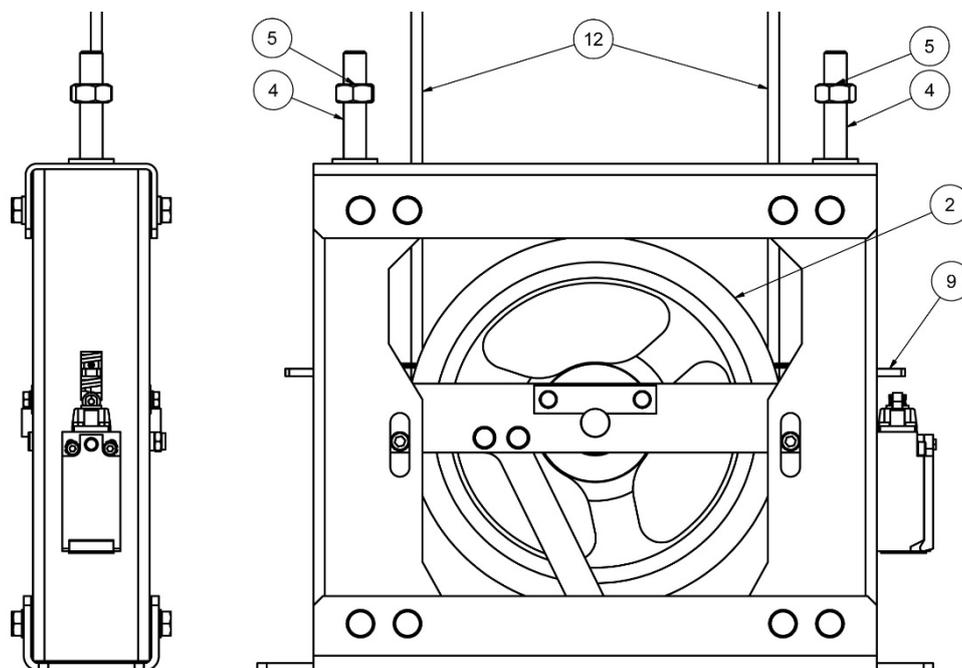

Figura 19: Posición después del tensado del cable
A medida que las tuercas (5) se van desenroscando, el cable del limitador (12) se va tensando. Se debe desenroscar las tuercas (5) hasta que se liberen los muelles por completo. Se recomienda dejar dichas tuercas (5) montadas al final de las varillas de compresión del muelle (4) como muestra la Figura 19.